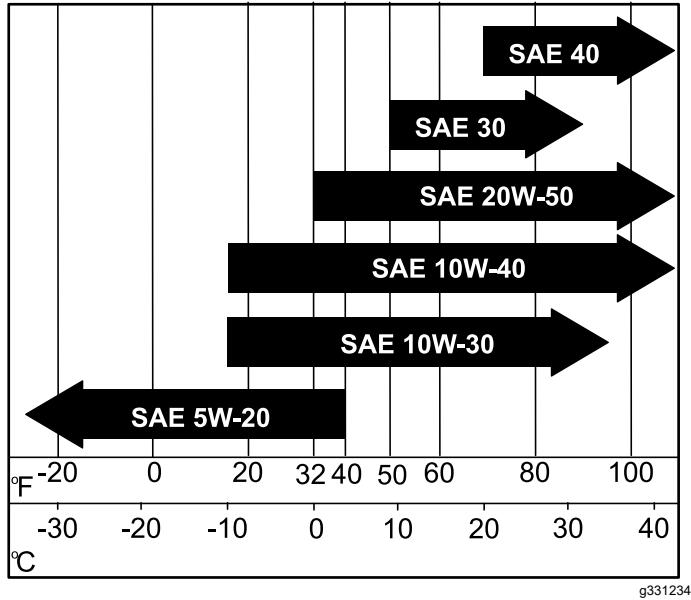

Figura 35
3. Llene el cárter con el tipo correcto de aceite nuevo (Figura 35).